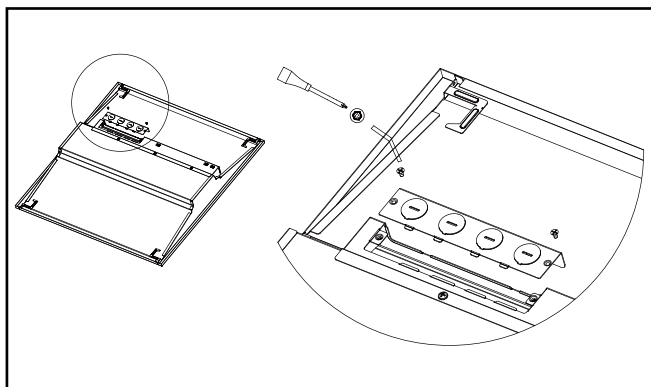

Figure 1.
3. À l'arrière du luminaire, repérer le couvercle de la boîte de jonction et le glisser pour le retirer (voir Fig. 1).